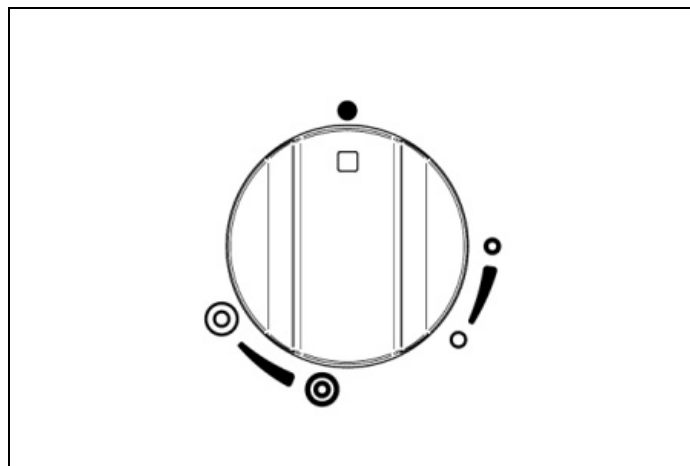
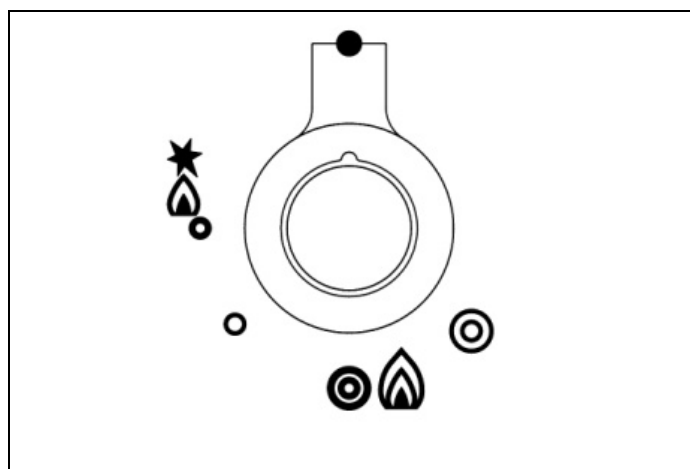

Fig. 18
Fig. 19
- För att tända den centrala brännaren, tryck in reglaget (Fig. 18 och Fig. 19) och vrid moturs till läget för den markerade enkelringen.